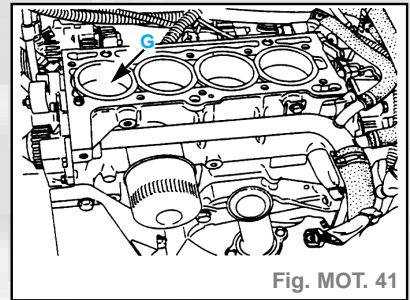

Fig. MOT. 41
- Vérifier la présence de la douille de centrage (G) (fig. MOT. 41).